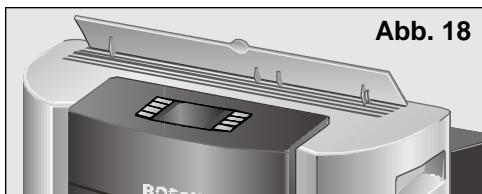

Abb. 18
- Öffnen Sie die Luftleitklappe auf der Geräteoberseite, Abb. 18.